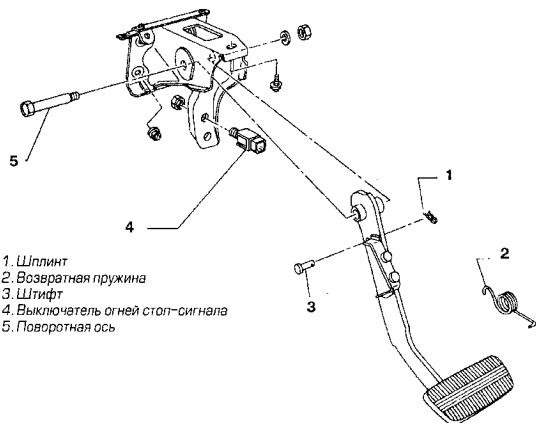

Рис. 9.26 Педаль тормоза и связанные с ней элементы (См. Раздел 17)
2. Отсоедините толкатель от педали тормоза, достав чеку и штифт (См. Рис. 9.26).